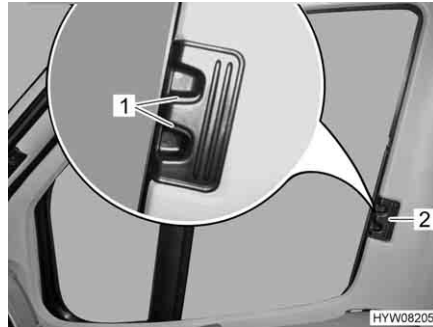

Fig. 88 Tendina oscurante pieghevole per il finestrino del conducente/passeggero
- Premere le maniglie di sbloccaggio (Fig. 88,1) e mantenerle premute.
- Con la levetta (Fig. 88,2) tirare le tendine oscuranti pieghevoli per il finestrino del guidatore e del passeggero verso l'altro lato della finestra e congiungerle alle strisce magnetiche.
- Inserire fino all'arresto le tendine oscuranti pieghevoli per il finestrino del guidatore e del passeggero per la maniglia (Fig. 88,2).
- Rilasciare le maniglie di sbloccaggio (Fig. 88,1) e mantenerle innestate.